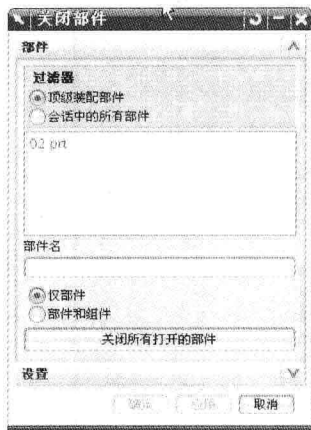
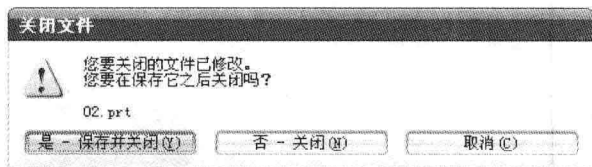

图 1-8 “关闭部件”对话框
图 1-9 “关闭文件”对话框
(1) 选定的部件。该命令用于关闭被选择的部件文件。执行该命令后弹出如图 1-8 所示的“关闭部件”对话框，该对话框列出了所有已经打开的部件文件，选择某个文件后单击“确定”按钮，或双击要关闭的文件，则弹出如图 1-9 所示的“关闭文件”对话框，该对话框提示关闭之前是否保存文件。